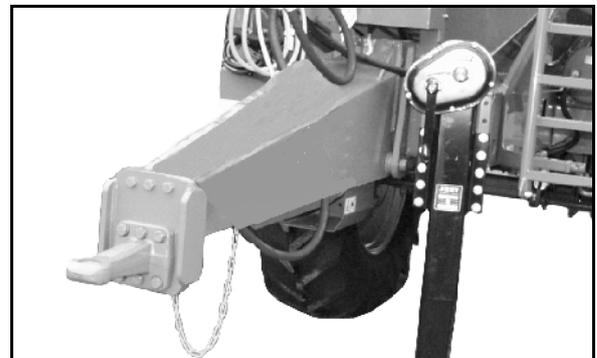

Fig. 23
- d'une flèche d'attelage droite (Fig. 23),